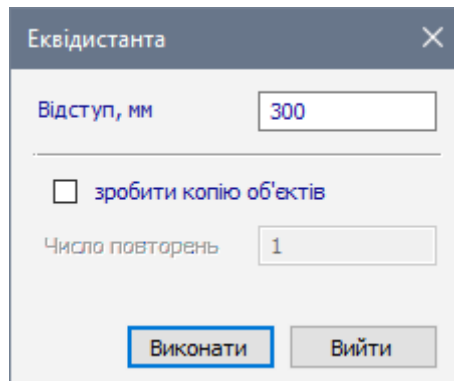

Рис. 14.27. Діалогове вікно **Еквідистанта**
- Викличте діалогове вікно **Еквідистанта** (рис. 14.27) натисканням по кнопці  – **Еквідистанта** (панель **Коригування** на вкладці **Редагування**).